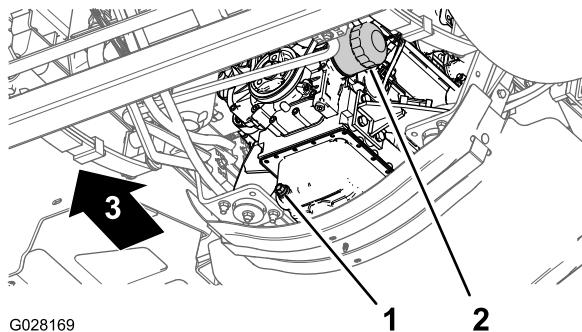

Figura 72
- Allineate una bacinella di spurgo sotto il filtro dell'olio del motore (Figura 72).
- Togliete il vecchio filtro dell'olio (Figura 72).
- Montate il filtro dell'olio nell'adattatore del filtro, giratelo in senso orario finché la guarnizione di gomma non sfiora l'adattatore, quindi serrate il filtro di un altro $\frac{1}{2}$ giro (Figura 72).
- Allineate una bacinella di spurgo sotto il tappo di spurgo (Figura 72).
- Rimuovete il tappo di spurgo e lasciate che l'olio venga spurgato completamente (Figura 72).